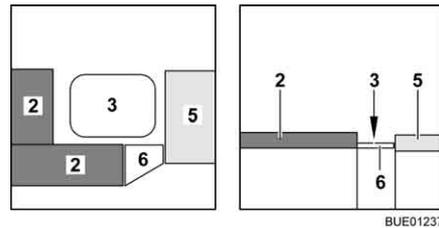

Bild 95 Während des Umbaus
- Die Bettverbreiterung (Bild 95,6) in die Sitztruhnen einhängen.